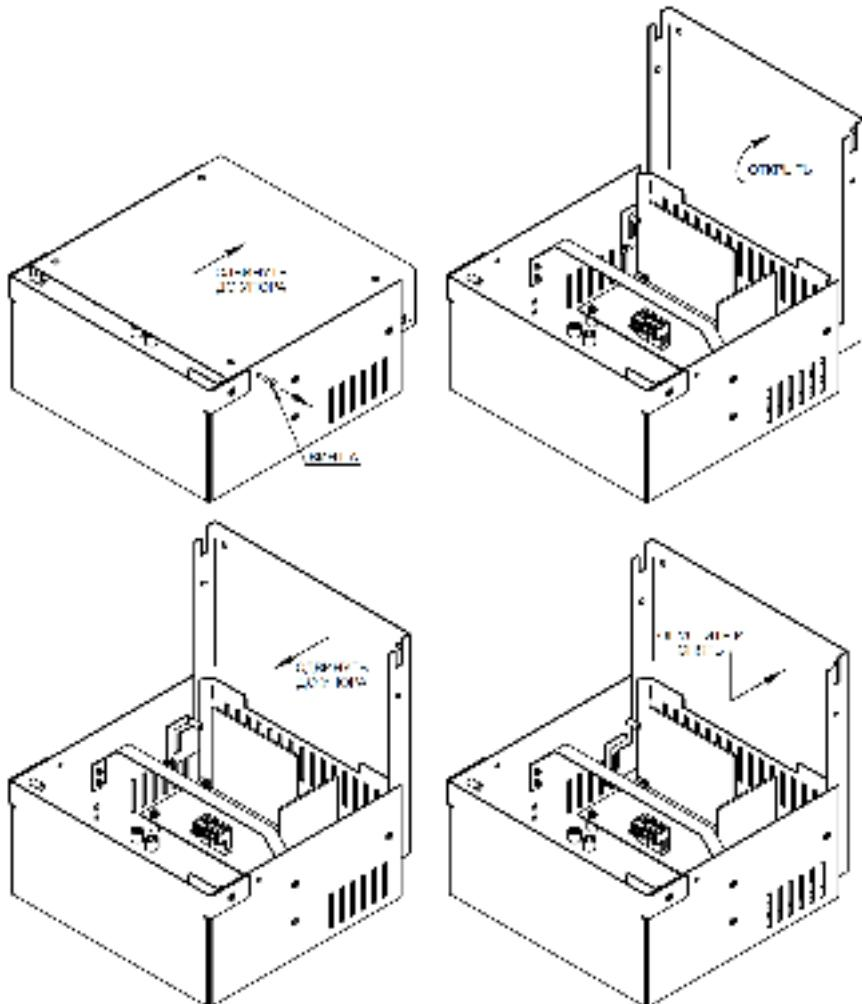

Рисунок 3 - порядок разборки корпуса.
**Изделие устанавливается на потолок в следующей последовательности (см. рис. 3):**
- Выкрутить 2 винта (Винт А на рис. 3);
- Снять основание в последовательности, приведённой на рис. 3;
- Установить крышку на основание в последовательности, обратной рис. 3.